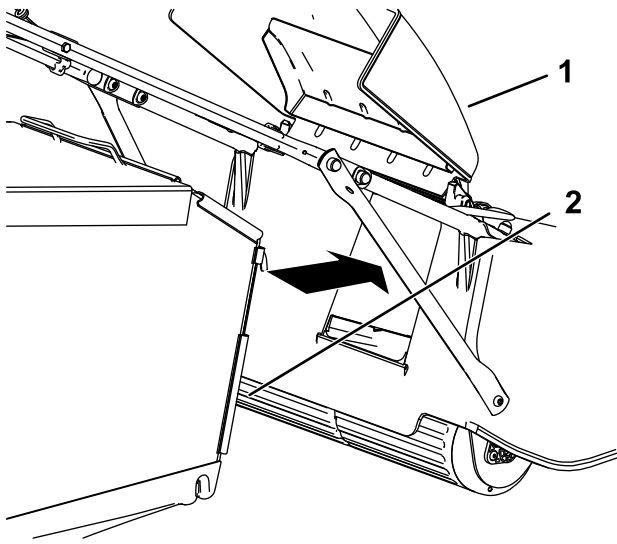

Bild 19
3. Haken Sie den Fangkorb ein (Bild 19).